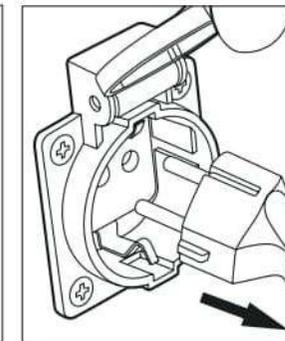

Рисунок 17.
1. Отключите потребители электроэнергии от розеток, расположенных на панели генератора (рис. 17).